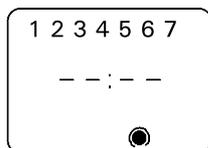

Figure 8.
- appuyez sur le bouton [manuel] pour obtenir sur l'afficheur le symbole de l'état de programmation identique à l'illustration. Le point noir à l'intérieur de l'arc signifie que le poêle se mettra en marche à l'heure programmée. (Fig. 8)